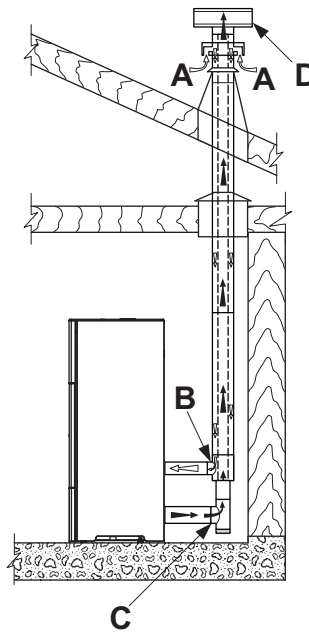

fig. 5.5
- Canalizar el aire combustible aprovechando un tubo de descarga coaxial para la expulsión de los humos y la toma de aire; por lo tanto no es necesario hacer una clásica toma de aire en el local (Fig. 5.5 A,B=Entrada de aire C,D=Salida de humos);
En caso de instalación de una estufa de pellets de la serie "Ermetica" se puede utilizar un tubo específico que permita tanto la expulsión de los humos como la canalización del aire comburente hacia el exterior (Fig. 5.5 A, B=Entrada aire C, D=Salida humos).